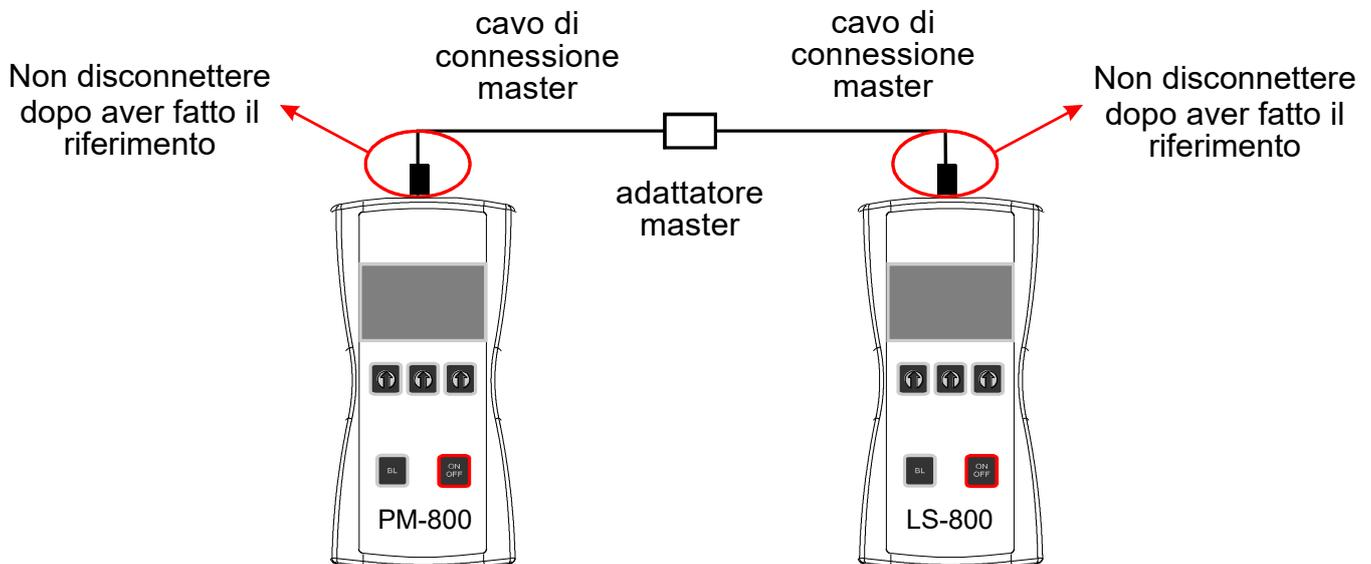

Fig. 1
3. Utilizzare l'adattatore master per collegare le due estremità della fibra (fig. 1).